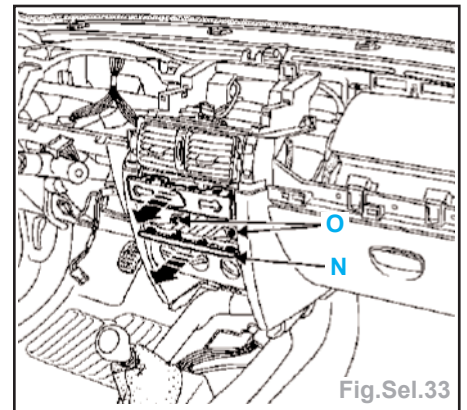

Fig.Sel.33
• le cache (N) (Fig.Sel.33).
- Déposer les 2 vis de fixation de commande de chauffage (O).